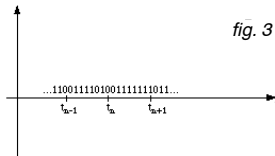

fig. 3
- Mode série : sur 1 seul fil, les uns après les autres (Fig. 3)